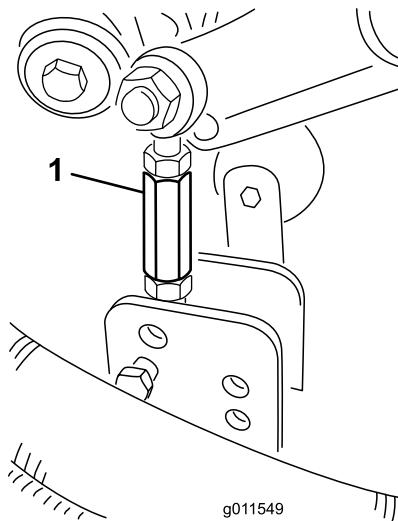
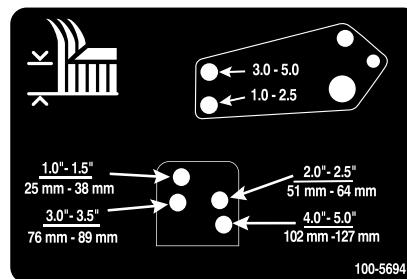

Figure 24
Figure 25
8. Enlevez les goupilles fendues et les axes de chape qui fixent les biellettes d'amortisseurs aux supports du plateau de coupe (Figure 24). Alignez les trous de la biellette d'amortisseur avec ceux du support de hauteur de coupe sélectionnés dans le bâti des plateaux de coupe (Figure 25), puis insérez les axes de chape et posez les goupilles fendues.